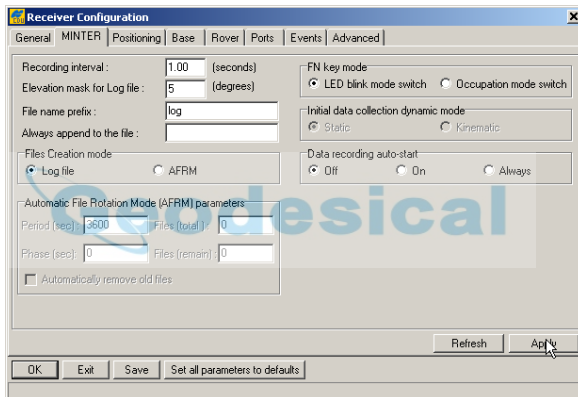

Figura 3-18. Configuración del Receptor – Pestaña MINTER
5. Haga clic en **Configuration ▶ Receiver** y a continuación haga clic en la pestaña **MINTER**, configure los siguientes parámetros y haga clic en **Apply** (Figura 3-18). Consulte las siguientes páginas donde encontrará descripciones de estos parámetros.